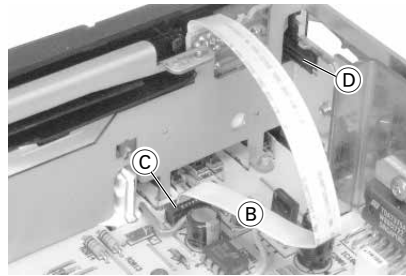
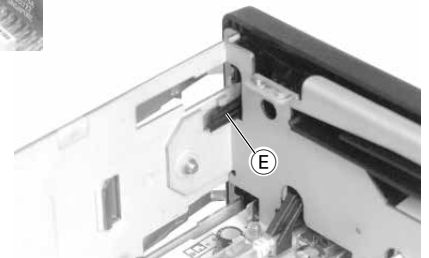

Fig. 2
Fig. 3
- Flachbandleitung **B** aus dem Stecker **C** herausziehen (Fig. 2).
- 2 Rastnasen **D** (Fig. 2) und **E** (Fig. 3) ausrasten und Frontblende abnehmen.
- Pull out the flexprint **B** from the connector **C** (Fig. 2).
- Unhook the 2 catches **D** (Fig. 2) and **E** (Fig. 3) and remove the Front Mask.